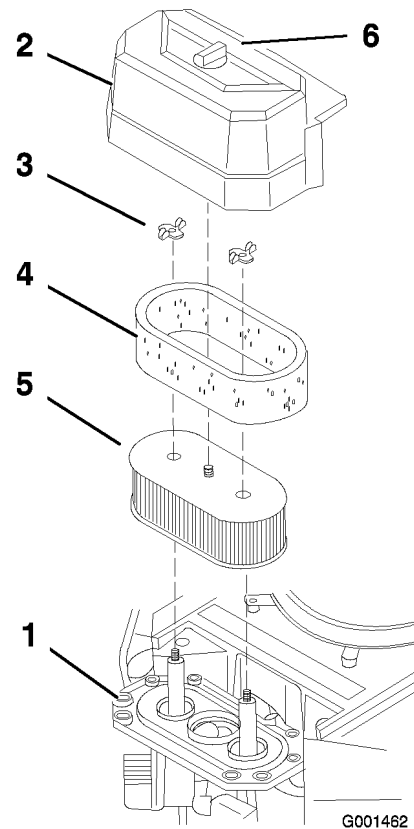

Figure 31
3. Nettoyez la surface autour du filtre à air pour éviter que des impuretés n'endommagent le moteur en tombant à l'intérieur (Figure 31).
4. Dévissez le bouton du couvercle et déposez le couvercle du filtre à air (Figure 31).
5. Dévissez les 2 écrous à oreilles et déposez l'ensemble filtre à air (Figure 31).
6. Sortez délicatement l'élément en mousse de l'élément en papier (Figure 31).
1. Ne nettoyez pas l'élément en papier. Remplacez-le toutes les 200 heures de fonctionnement (Figure 31).
1. Glissez délicatement l'élément en mousse sur l'élément en papier (Figure 31).
2. Posez l'ensemble filtre à air sur sa base et fixez-le en place avec les 2 écrous à oreilles (Figure 31).
3. Mettez le couvercle du filtre en place et serrez le bouton (Figure 31).